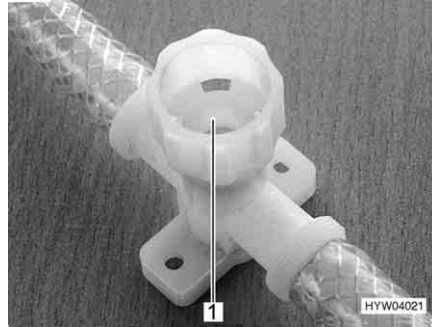

Bild 158 Ablasshahn für Therme
- Alle Ablasshähne schließen. Dazu die Kappen (Bild 158,1) im Uhrzeigersinn drehen.
- Alle Ablasshähne der Therme öffnen. Dazu die Kappen (Bild 158,1) entgegen dem Uhrzeigersinn drehen.